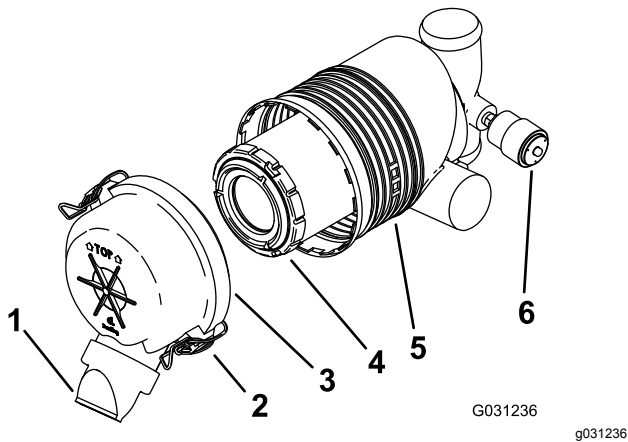

Figure 43
Important: Remplacez le filtre à air uniquement quand l'indicateur de colmatage est rouge (Figure 43). Ne remplacez pas le filtre à air plus fréquemment que nécessaire ; cela ne fait qu'accroître le risque de contamination du moteur par des impuretés quand le filtre est déposé.
5. Déverrouillez le filtre à air et détachez le couvercle du boîtier du filtre (Figure 43).
- Si l'indicateur de colmatage est transparent, reposez le couvercle du filtre à air, en orientant le capuchon antipoussière vers le bas, et fermez les verrous (Figure 43).
- Sortez l'élément filtrant du boîtier du filtre à air avec précaution (Figure 43).
- Posez l'élément filtrant avec précaution (Figure 43).
- Reposez le couvercle du filtre à air, le capuchon antipoussière orienté en bas, et fermez les verrous (Figure 43).